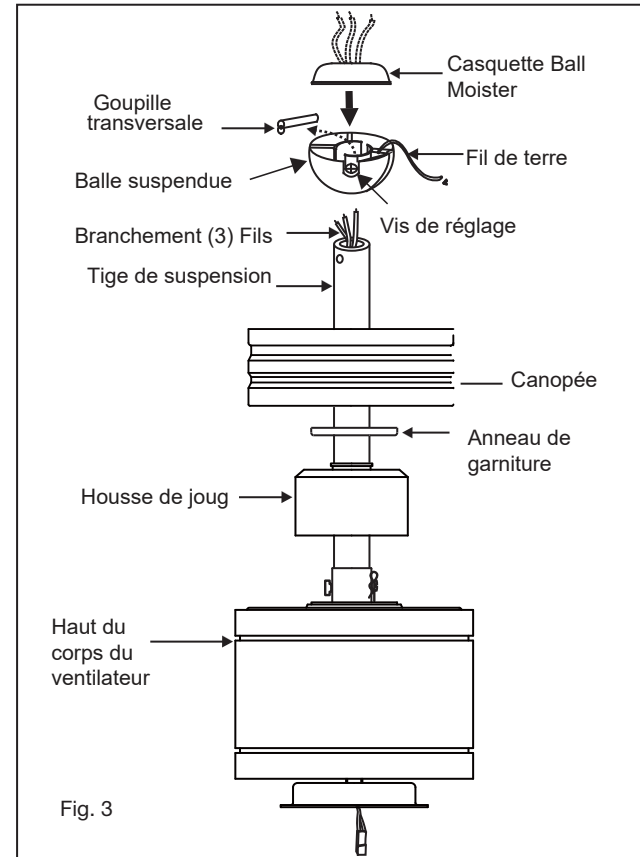

Fig. 3
- 6 Glissez le couvercle de l'étrier, l'anneau de garniture et la verrière sur la tige de suspension. (Fig.3)
- 8 Faites passer les fils à travers les trous du capuchon d'humidité de la balle en caoutchouc et faites glisser le capuchon vers le bas sur le dessus de la balle. (Fig.3)
Retirez les vis et retirez la plaque de verre du couvercle de la lampe (Fig.2), puis fixez le couvercle métallique au couvercle de la lampe B et au couvercle de la lampe A avec les vis fournies. (Fig.3)
- 1 Retirez la plaque murale existante et l'ancien interrupteur de la boîte de prise murale. (Fig. 3)